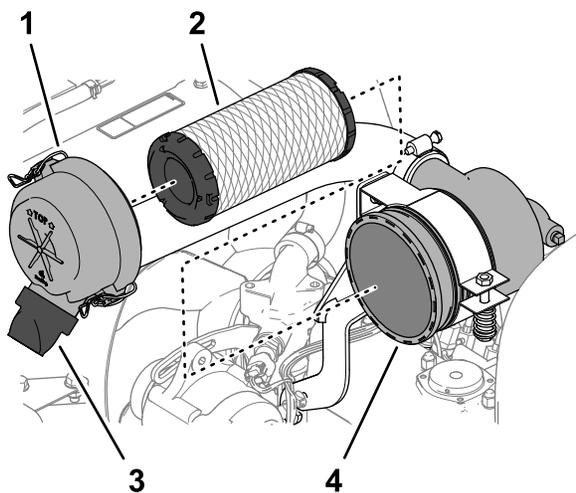

Рисунок 65
3. Отпустите защелки, фиксирующие крышку воздухоочистителя на его корпусе (Рисунок 65).
6. Снимите элемент фильтра (Рисунок 65).
7. Снимите резиновый выпускной клапан (Рисунок 65) с отверстия выпуска загрязнений на крышке воздухоочистителя.